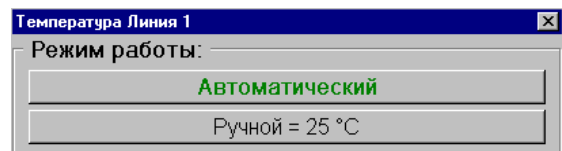

Рис. 12
3.5.2.3 Для смены текущего режима работы датчика необходимо нажать кнопку **СМЕНИТЬ** справа от поля **Режим**, при этом будет выведено меню выбора режима работы (Рис. 12).